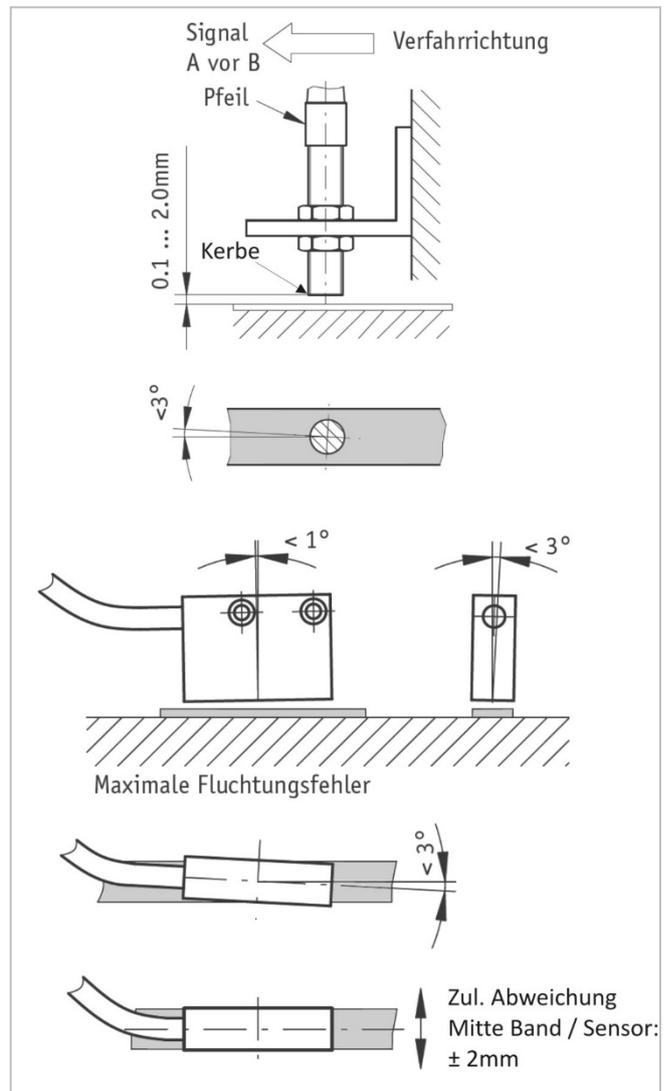

Abb. 6: Definition der Zählrichtung / Montage / Toleranzen (teils symbolisch)
- Achten Sie auf richtige Ausrichtung bezüglich der Zählrichtung (Abb. 6). Der Pfeil auf der Kabeltülle sowie die Kerbe an der Frontfläche des Sensors müssen in Längsrichtung zum Magnetband zeigen. Gegebenenfalls müssen Sie die Zählrichtung in der elektronischen Auswertung umkehren.
- Beachten Sie die Abstandmaße zwischen Sensor und Magnetband sowie die Winkeltoleranzen, diese müssen über die gesamte Messstrecke eingehalten werden! (Abb. 6)
- Die Abstandstoleranz zwischen Sensor und Magnetband wurde nicht über die gesamte Messstrecke eingehalten, der Sensor streift auf dem Magnetband (Abb. 6).
- Der Sensor ist mit der aktiven Seite vom Band abgewandt montiert (Abb. 6). Die aktive Seite ist zusätzlich mit dem Aufkleber "Bandseite" gekennzeichnet.
- Der Sensor wurde nicht entsprechend Abb. 6 ausgerichtet